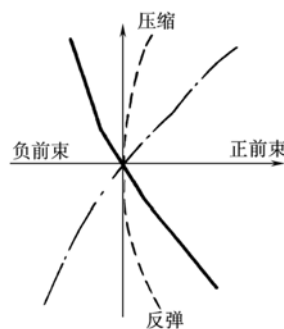

图5-3 车身垂直上下位移时前束的变化曲线
**5.32** 图 5-3 所示为三种前独立悬架对车轮相对车身垂直上下位移时前束变化的影响。试问图中哪一条曲线具有侧倾过多转向效果?